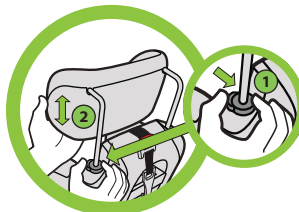

Figure 7
Appuyez sur le bouton du dispositif de réglage de l'appui-tête se trouvant sur le côté droit du siège (lorsqu'on fait face à l'avant du siège) (1) et soulevez ou abaissez l'appui-tête dans la position désirée (2), tel qu'illustré dans la **Figure 7**.